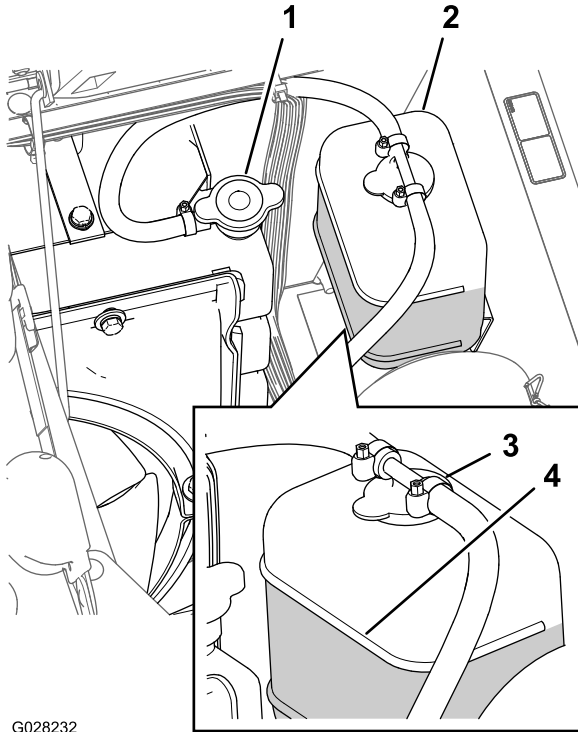

图20
3. 小心拆下散热器盖和膨胀水箱盖图20。
注意 散热器中的冷却液应添加至加油颈的顶部而膨胀水箱中的冷却液应添加至水箱上的“已满”标记处图20。
5. 如果冷却液液位较低请拆下膨胀水箱盖和散热器盖然后将膨胀水箱添加至已满标记处将散热器添加至加油颈的顶部图20。
6. 安装散热器盖和膨胀水箱盖图20。